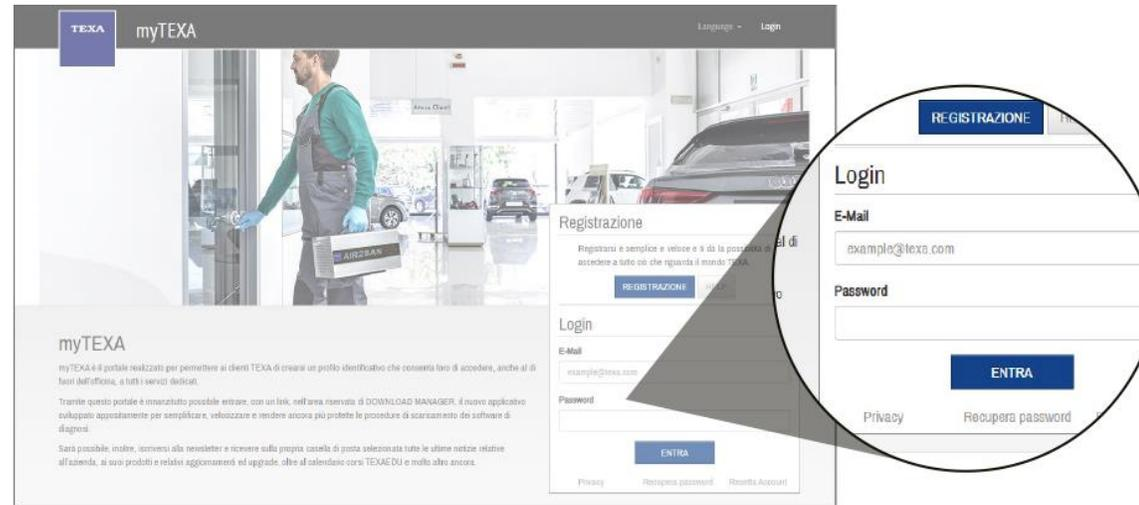

Figura 1 - Portale myTEXA
- collegandosi all'indirizzo internet <https://mytexas.com/> (Figura 1) e inserendo le proprie credenziali di accesso (user e password) oppure